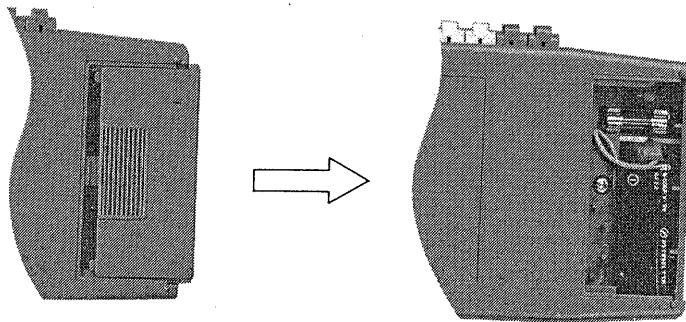

図 3-2
- (1) 電池が消耗して動作電圧以下になったとき、液晶表示器上に "B" のマークが点灯します。このような場合、速やかに電池の交換を行って下さい。
- (2) mA 端子および COM 端子間に過大な電流を印加した場合、ヒューズが溶断してマルチメータの本体を保護します。電流測定で測定ができない場合、ヒューズが溶断していることがありますので点検を行って下さい。
- (3) 電池の交換およびヒューズの点検交換は、次のように行います。電池カバーの「OPEN」とあるところを指で押し、矢印の方向へ押し出してカバーをはずします。
- 電池は図 3-2 のように正しく収納して下さい。